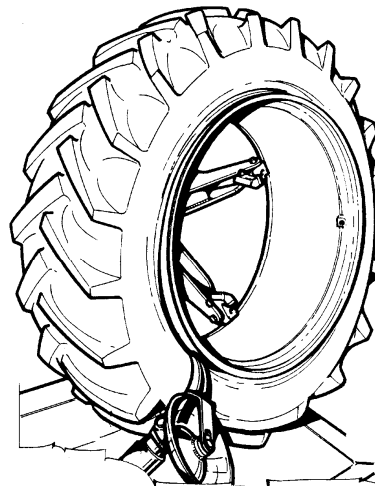

Рис.45
- Установите крюк между бортом шины и диском (Рис. 45).